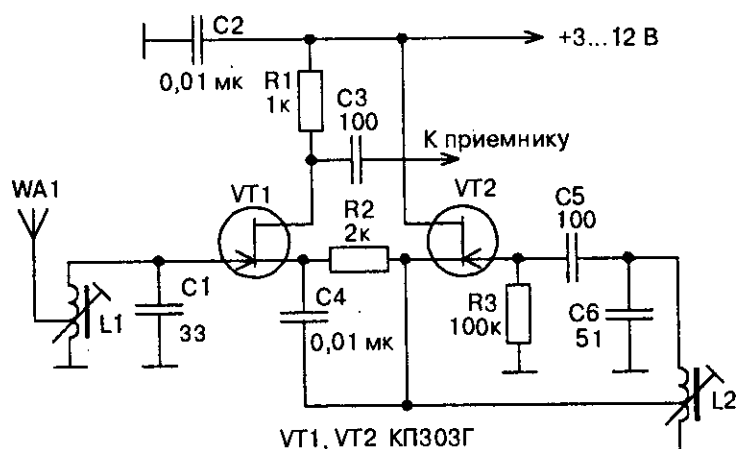

Рис. 7.1. Схема УКВ конвертера на транзисторах
Конвертер (рис. 7.1) позволяет принимать сигналы с частотной модуляцией диапазона 65...73 МГц при помощи УКВ ЧМ приемника диапазона 88...106 МГц (FM). Входной сигнал с частотой 65...73 МГц выделяется входным контуром L1, C1, настроенным на середину этого диапазона, и поступает далее на затвор полевого транзистора VT1 типа КП303Г. На этом транзисторе выполнен преобразователь частоты. На исток транзистора VT1 через конденсатор C4 подается сигнал гетеродина, выполненного на полевом транзисторе VT2 типа КП303Г. Контур гетеродина L2, C6 настроен на частоту 30 МГц. В результате входной сигнал преобразуется в сигнал частотой 88...108 МГц. Этот сигнал снимается со стока транзистора VT1 и через конденсатор C3 поступает на антенный вход промышленного приемника.